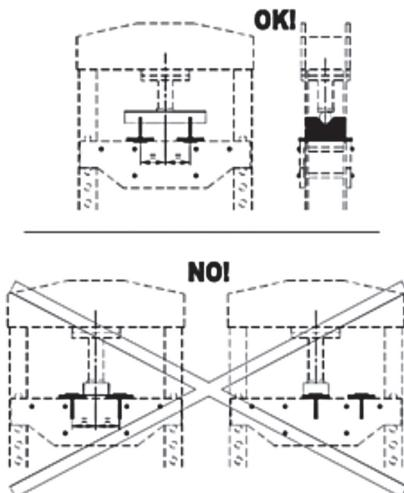

Fig 6
- Posizionare i prismi sul bancale, per corretto posizionamento vedere (Fig. 6).